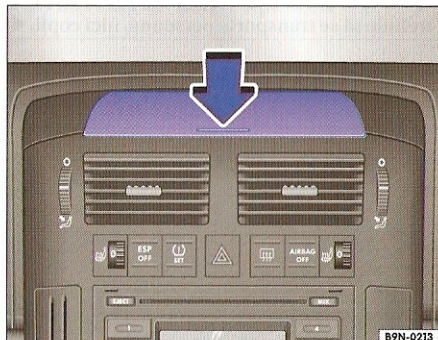

Fig. 51 În tabloul de instrumente: Compartiment.
- Pentru deschidere, apăsați pe capac ⇒ fig. 51 (săgeata). Capacul se va deschide singur.